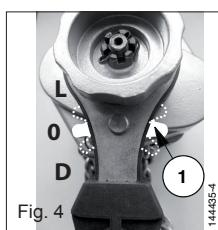

Fig. 4
2. Colocar o manípulo do seletor (item 1, fig. 4) de movimento na posição neutra "0".
4. Se o volante estiver bloqueado, colocar o seletor na posição "D" (fig. 4) e puxar manualmente para baixo o elemento de corrente equipado com o gancho. Recolocar o seletor na posição "0" e puxar a corrente assim liberada com o auxílio do batente de fim de curso inferior.
1. Para elevar, puxar ou tensionar, colocar o manípulo do seletor na posição "L" (fig. 4) e acionar a alavanca em vai-e-vem.
2. Para descer ou soltar, colocar o manípulo do seletor na posição "D" (fig. 4) e manobrar a alavanca em vai-e-vem.